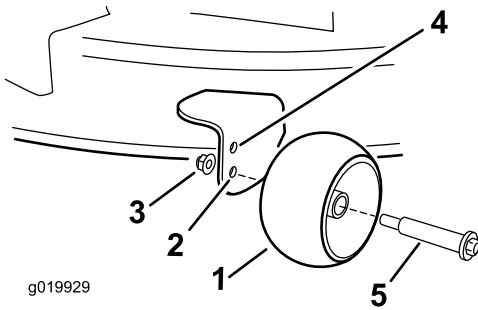

Figura 22
- Taladro superior – utilice esta posición cuando la carcasa de corte está en la posición de altura de corte de 63 mm o menos (Figura 22).
- Taladro inferior – utilice esta posición cuando la carcasa de corte está en la posición de altura de corte de 76 mm o más (Figura 22).